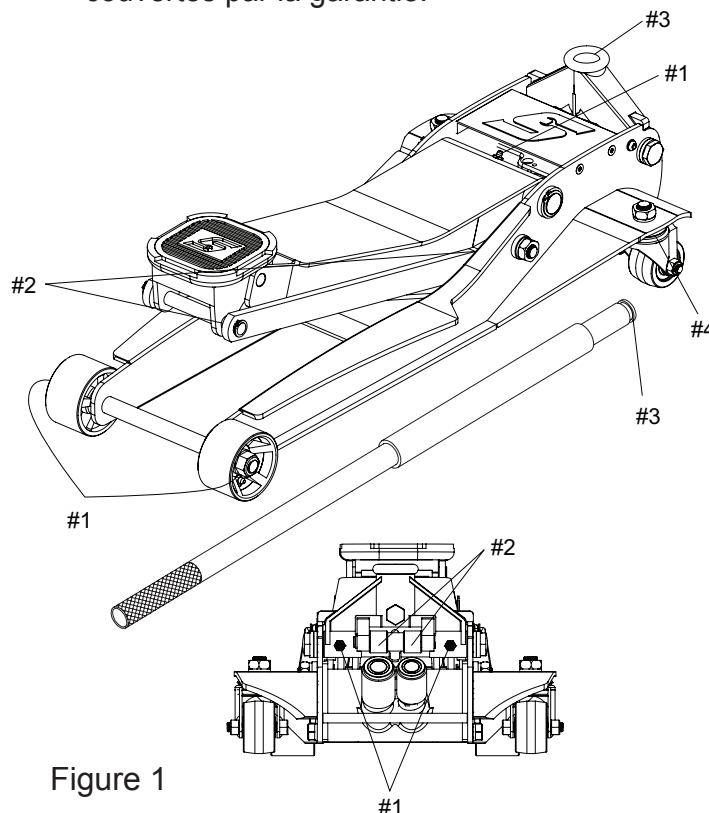

Figure 1
1. Le cric doit être lubrifié avec de la graisse à base de lithium (seulement) afin d'empêcher l'usure prématurée des pièces et garantir le bon fonctionnement. Une graisse à usage général à base de lithium doit être utilisée dans les embouts de graissage fournis dans les deux roues avant FJ300-4, l'ensemble du bras de levage ainsi que dans l'ensemble de l'étrier de la poignée FJ300-11. Vous retrouverez d'autres endroits de lubrification à la Figure 1. Les pièces usées résultant de l'utilisation d'une graisse inadéquate, d'une quantité insuffisante de graisse ou d'aucune lubrification ne sont pas couvertes par la garantie.